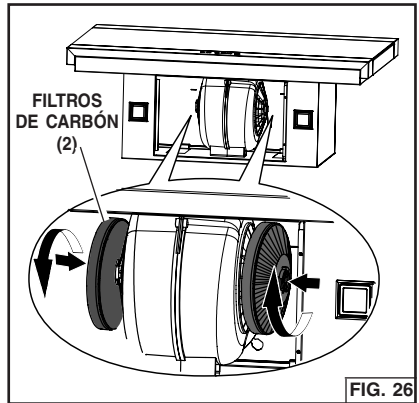

FIG. 26
3. Tome los filtros de carbón y gírelos un cuarto de vuelta en sentido horario hacia el soplador. Fig. 26.